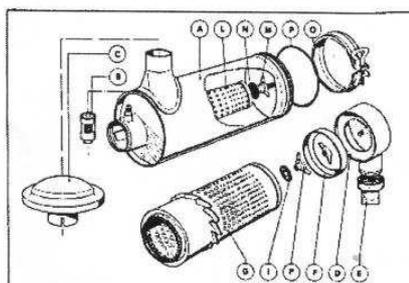

Fig. 13
La vaschetta della polvere deve essere svuotata ad intervalli regolari, ogni giorno se necessario. Questa operazione è inutile se il filtro aria è provvisto della valvola d'evacuazione automatica della polvere (E Fig. 13).
- c) la cartuccia di sicurezza non deve mai essere rimossa o pulita (L Fig. 13);